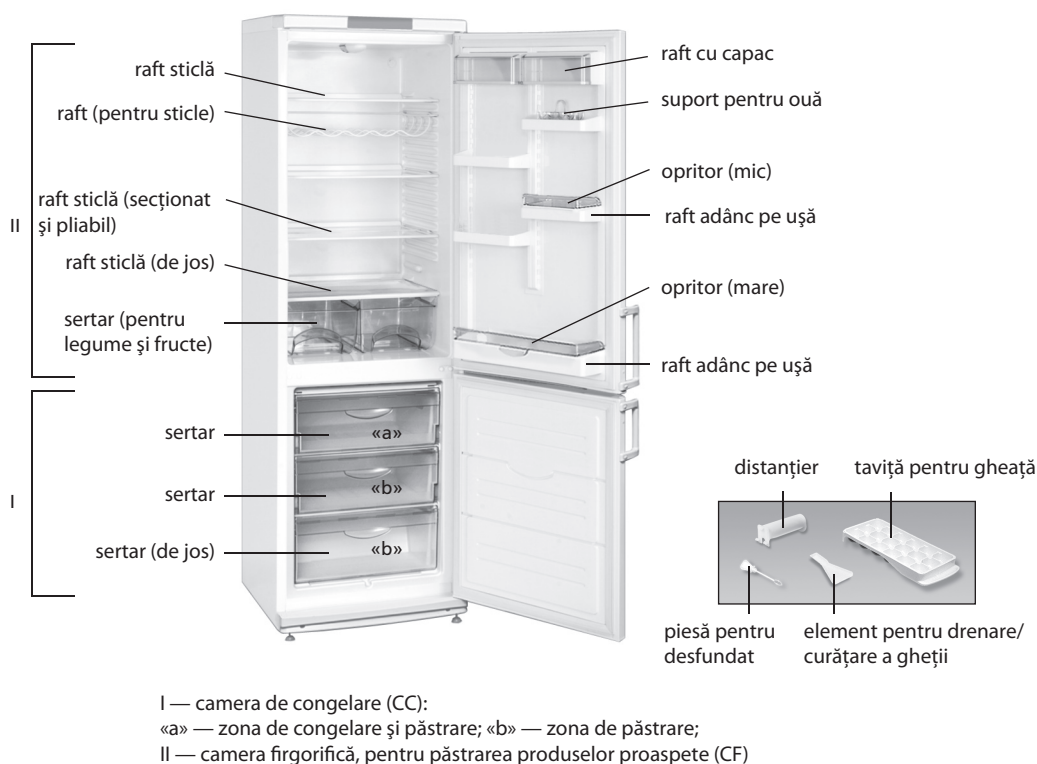

Figura 1 – Frigider și piese componente
1.1 Frigiderul este destinat pentru congelarea produselor proaspete, conservarea pe termen lung a alimentelor congelate și prepararea gheții alimentare în CC; pentru răcirea și păstrarea pe termen scurt a alimentelor proaspete, băuturilor, fructelor și legumelor în CF în conformitate cu figura 1.
1.6 Raftul de sticlă (secționat și pliabil), în conformitate cu figura 1, constă din două părți, în conformitate cu Figura 3. Secțiunile acestui raft pot fi fixate în CF separat una de alta, pentru a amplasa vasele mari
1.7 Raftul (pentru sticle), în conformitate cu figura 1 este destinat pentru păstrarea băuturilor în sticle de plastic, permite utilizarea eficientă a spațiului interior al CF. Pentru a preveni deteriorarea părții din spate a CF, sticlele trebuie să fie plasate cu gâtul spre ușă.